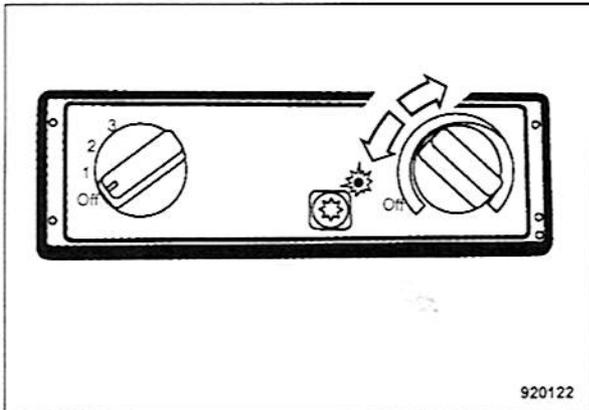

Fig. 134
- Con el interruptor giratorio para la calefacción de la cabina (Fig. 134) elegir una temperatura refrigerante en el campo azul.